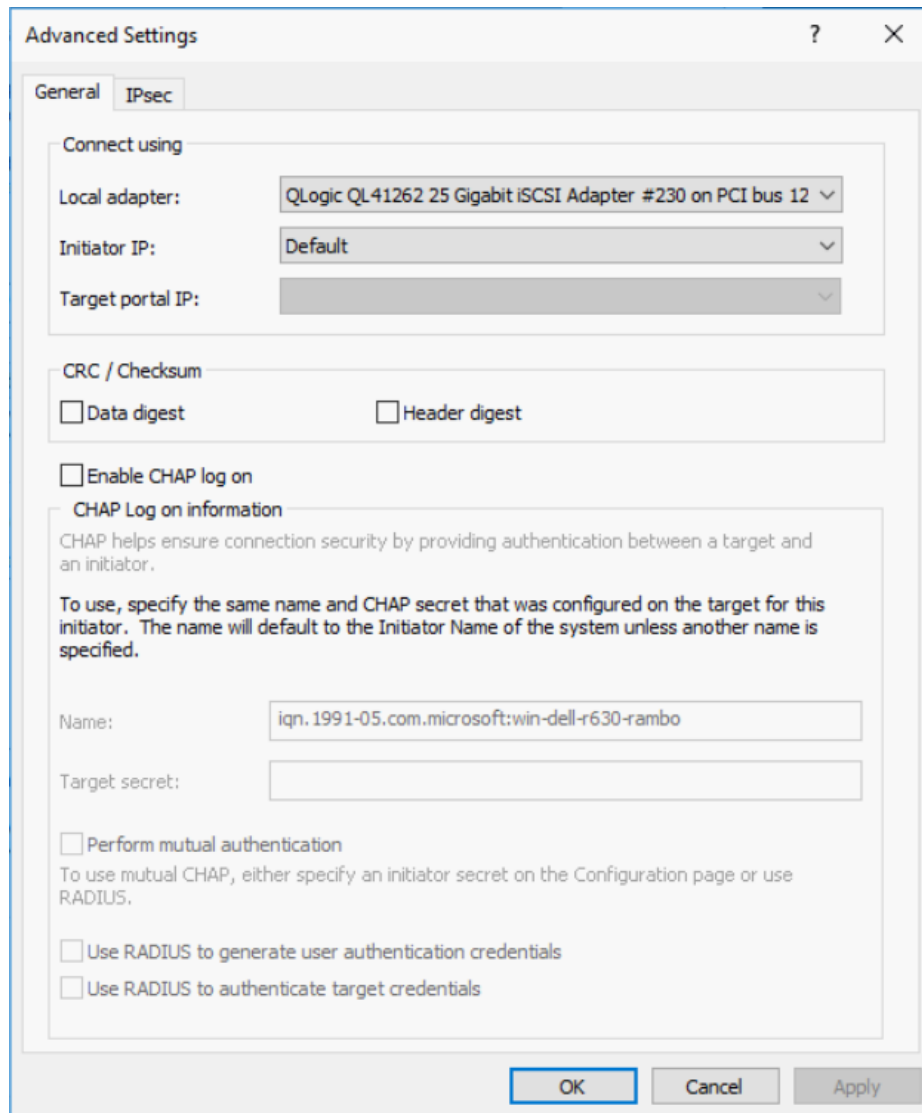

Ilustración 10-5. Selección de la dirección IP del iniciador
6. En el cuadro de diálogo Advanced Settings (Configuración avanzada) (Ilustración 10-5), complete los siguientes valores en **Connect using** (Conectar mediante):